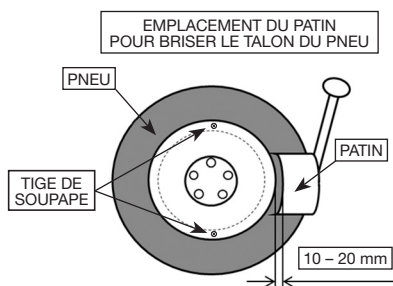

Fig. 1
1. Placez le pneu/la roue de manière à ce que la tige de soupape soit toujours sur la position 6 heures ou 12 heures lorsque vous détachez le talon. (voir Fig. 1)